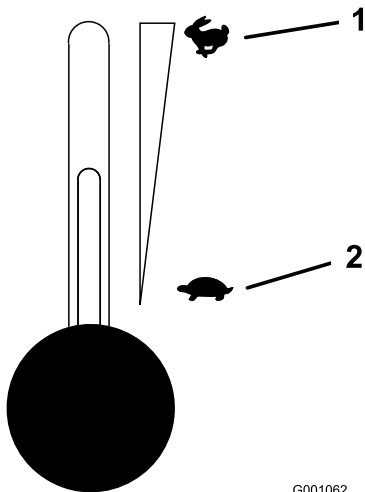

Figura 12
- Si el motor está frío, mueva el control del acelerador a la posición de Rápido antes de arrancarlo (Figura 12).
- Ponga la palanca del acelerador en un punto intermedio entre las posiciones lento y rápido (Figura 12).